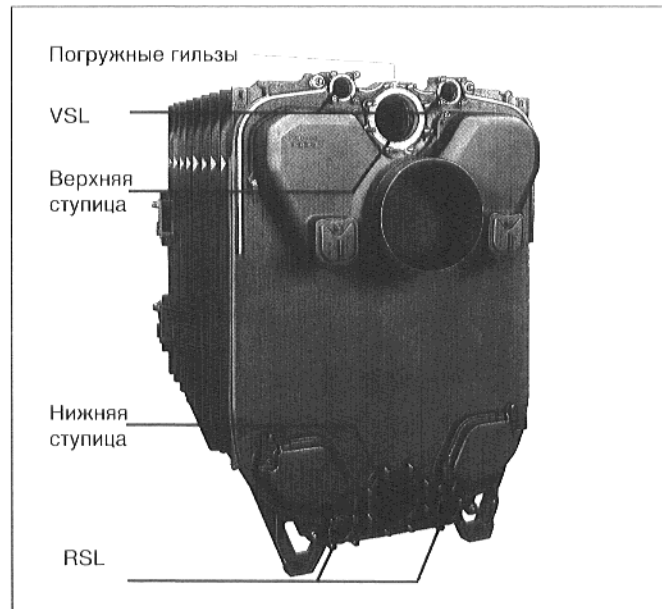

Рис. 19
- Вставить в середине заднего элемента погружную гильзу 3/4" (длина 150 мм) и уплотнить ее (рис. 19).